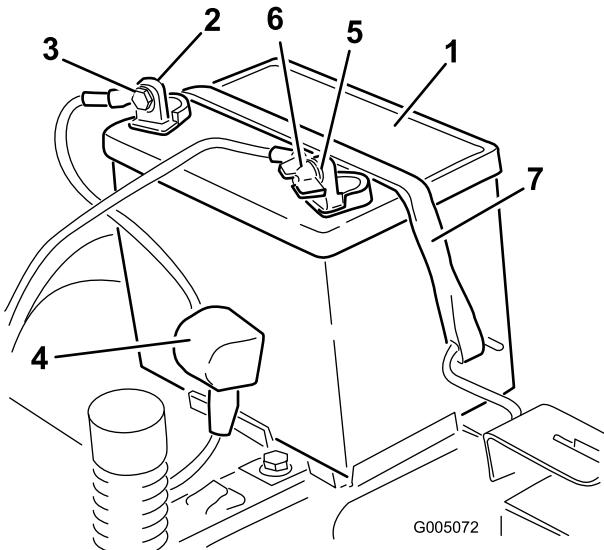

Bild 46
4. Klemmen Sie das Minuskabel (schwarz) vom Batteriepol ab (Bild 46). Bewahren Sie alle Befestigungen auf.
5. Schieben Sie die Gummiabdeckung am Pluskabel (rot) nach oben. Klemmen Sie das Pluskabel (Rot) vom Batteriepol ab (Bild 46). Bewahren Sie alle Befestigungen auf.
6. Nehmen Sie die Batterieklemme ab (Bild 46) und heben Sie die Batterie aus dem Ständer heraus.
1. Setzen Sie die Batterie in das Fach (Bild 46).
5. Befestigen Sie die Batterie mit der Befestigung (Bild 46).